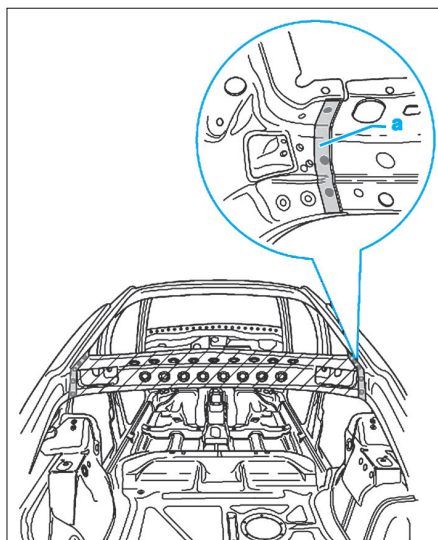

FIG. 41
- Percer les points de soudure (a) en procédant depuis l'intérieur (Fig.41).